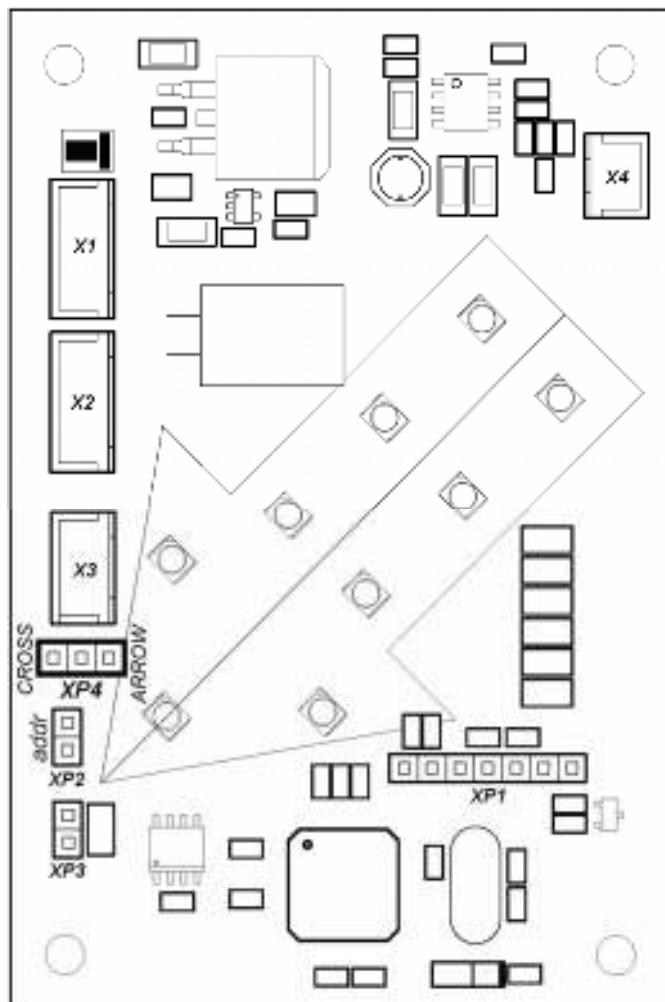

Рисунок 22. Внешний вид платы индикации прохода
26. Установите на свои места передние панели боковых стоек (8) (разд. 8.8.2). После установки проверьте, чтобы верхний край установленной передней панели находился на одном уровне с корпусом турникета. Панели с торцевым блоком индикации устанавливаются с того края секций, где находятся блоки индикации крышки турникета, при этом необходимо вынуть соединительный кабель из верхнего короба турникета и подсоединить его к торцевому блоку индикации на передней панели.
27. При необходимости изменить тип индикации на торцевых блоках передних панелей на «красный крест» переставьте перемычку XP4 в блоке индикации крышки данной секции (см. разд. 5.2.2, 8.8.3, расположение перемычки показано на рис. 22).
Для доступа к блоку индикации крышки турникета (11) необходимо предварительно снять с секции крышку стеклянную (10) (разд. 8.8.7). В блоке индикации под рассеивающей пластиной находится плата индикации прохода (рис. 22).
Для демонтажа блока индикации (например, с целью установки считывателя) после снятия светорассеивающей пластины отсоедините на плате индикации прохода кабели от разъемов **X1**, **X2**, **X3** (см. рис. 22) и торцевым ключом S5 открутите четыре стойки, крепящие блок индикации к верхнему коробу.